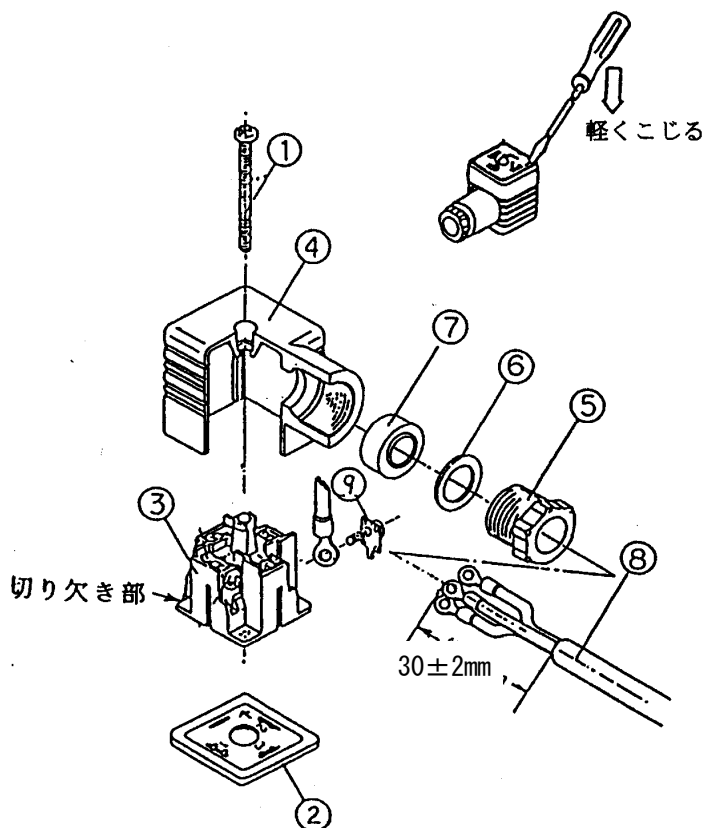

図 8 DIN コネクタの構成 (交流、直流)
4.2.2 DIN コネクタ (交流、直流) の端子台へ配線する (図 8、9 参照)